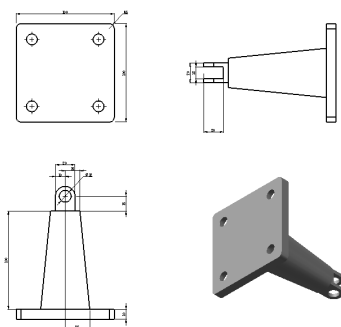

图 6-59 显示模型尺寸
**04** 选择菜单栏中的“插入”→“模型项目”命令，或者单击“注解”操控面板中的“模型项目”按钮，会出现“模型项目”属性管理器，在属性管理器中设置各参数如图 6-58 所示，单击属性管理器中的“确定”按钮，这时会在视图中自动显示尺寸，如图 6-59 所示。